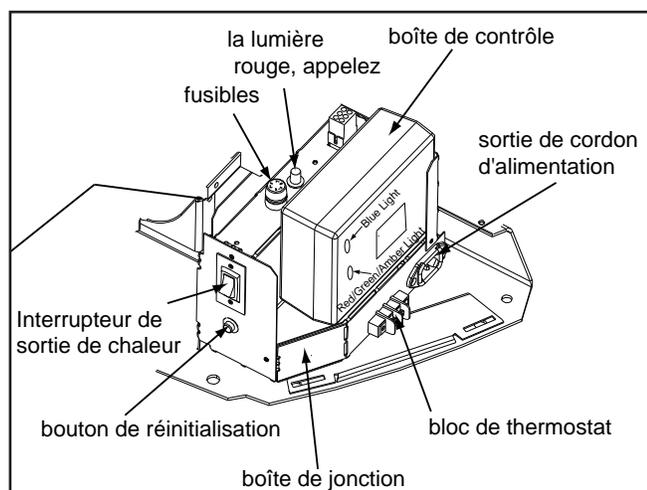

Figure 10.1
3. Repérez l'interrupteur de commande de la chaleur de sortie sur le côté inférieur droit de la chambre de combustion derrière la porte avant décoratif. Réglez le paramètre élevé et ensuite régler le thermostat à son réglage le plus élevé. La lumière rouge sera allumée sur lequel est situé sur le haut de la boîte de jonction derrière le panneau droit d'accès. Cela indique que le thermostat appelle à la chaleur. Figure 10.1.
3. Parfois, l'appareil peut manquer de carburant et de se fermer. Lorsque cela arrive, la lumière rouge sera appels de suite. Voir Figure 10.1 à la page 10.1.